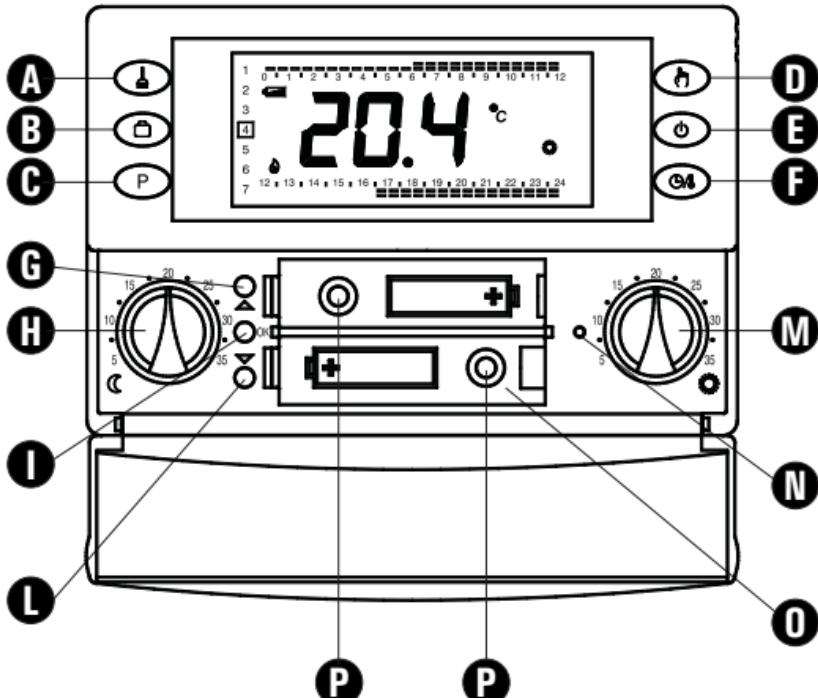

Fig. 4
- Introduza as baterias no compartimento de baterias (0 da Fig. 4); veja o parágrafo 'INTRODUÇÃO/SUBSTITUIÇÃO DAS BATERIAS'.
Introduza as pilhas respeitando as polaridades indicadas no compartimento adequado (veja o parágrafo "INTRODUÇÃO/SUBSTITUIÇÃO DAS BATERIAS") e execute a operação de reset usando um objecto pontiagudo através do respectivo orifício (N da Fig. 4); **NÃO UTILIZE AGULHAS OU INSTRUMENTOS QUE POSSAM DANIFICAR IRREMEDIALMENTE O CRONOTERMOSTATO.**
'OK': Programação da hora e dia actual da semana (I da Fig. 4);
' Δ ': Avanço (G da Fig. 4);
' ∇ ': Retrocesso (L da Fig. 4);